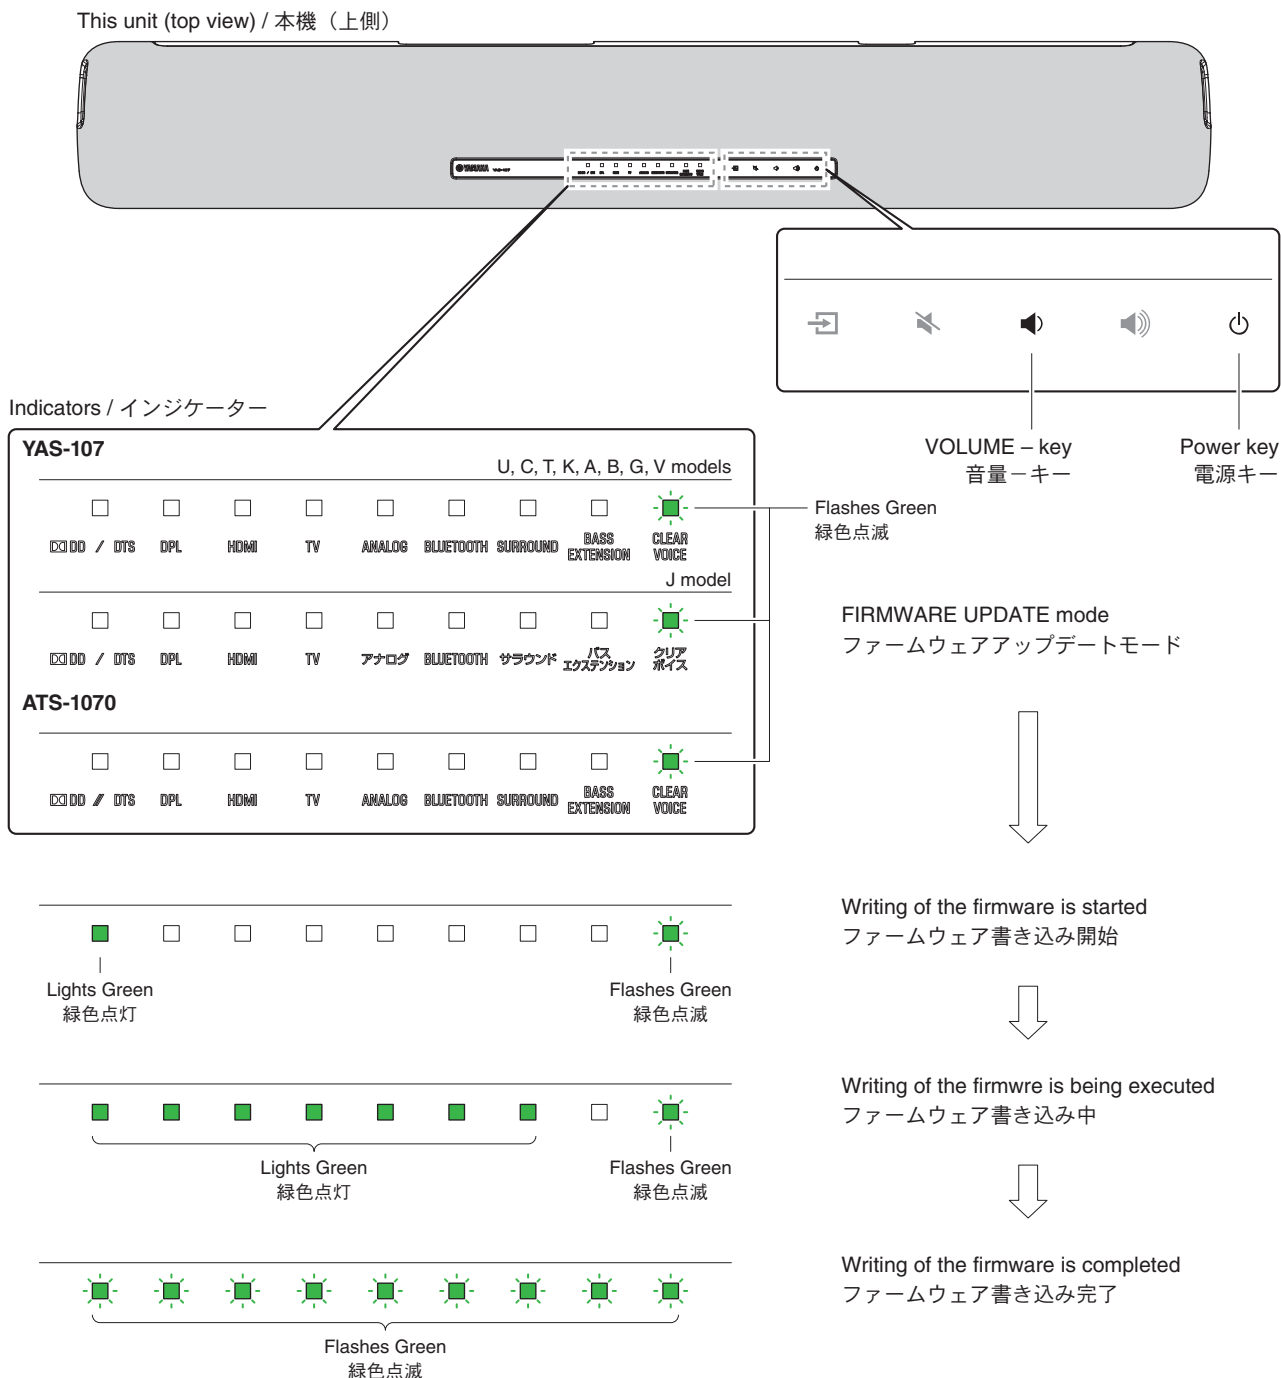

Fig. 2
2. Turn off the power of this unit. (Fig. 2)
3. Keep touching the “” (volume -) and “” (power) keys until the clear voice indicator flashes. (Fig. 2)
2. 本機の電源をオフにします。(Fig. 2)
3. “” (音量-) と “” (電源) キーをクリアボイスインジケータが点滅するまでタッチし続けます。(Fig. 2)
5. When writing of the firmware is completed, all indicators flash. (Fig. 2)
6. Touch the “” (power) key to turn off the power. (Fig. 2)
7. Remove the USB storage device from the UPDATE ONLY jack. (Fig. 2)
5. ファームウェアの書き込みが完了すると、全てのインジケータが点滅します。(Fig. 2)
6. “” (電源) キーをタッチして電源を切ります。(Fig. 2)
7. アップデート専用端子から USB フラッシュメモリーを抜きます。(Fig. 2)